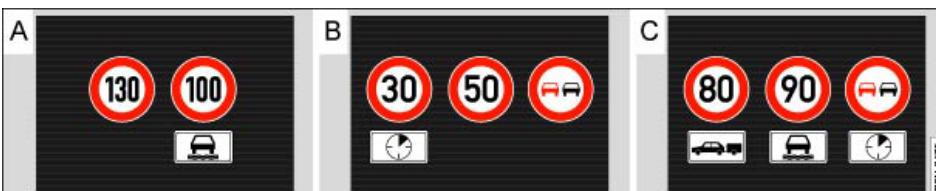

Abb. 242 Im Display des Kombi-Instruments: Beispiele für erkannte Geschwindigkeitsgebote bzw. Überholverbote mit den zugehörigen Zusatzzeichen.
Die von der Verkehrszeichenerkennung erfassten Verkehrszeichen werden im Display des Kombi-Instruments => **Abb. 242** und, abhängig vom im Fahrzeug verbauten Navigationssystem, auch im Infotainmentsystem => Menü- und Systemeinstellungen \(SETUP\) angezeigt. Ausstattungsabhängig erscheint zusätzlich eine Anzeige im Head-up-Display => Instrumente.
Nach Prüfung und Auswertung der Informationen aus der Kamera, dem Navigationssystem und den aktuellen Fahrzeugdaten, zeigt die eingeschaltete Verkehrszeichenerkennung bis zu 3 gültige Verkehrszeichen \Rightarrow Abb. 242  mit den zugehörigen Zusatzzeichen an:
1. Stelle:Das für den Fahrer aktuell gültige Verkehrszeichen wird links im Display angezeigt, z. B. ein Geschwindigkeitsgebot **130 km/h** (**100 mph**) \Rightarrow Abb. 242  .2. Stelle:Ein nur bedingt gültiges Verkehrszeichen wird an zweiter Stelle angezeigt, z. B. **100 km/h** (**60 mph**) bei Nässe.Zusatzschild:Wenn der Frontscheibenwischer während der Fahrt aktiv ist, wird z. B. das gültige Verkehrszeichen mit dem Zusatzschild bei Nässe nach links an die erste Stelle verschoben.3. Stelle:Ein weiteres nur bedingt gültiges Verkehrszeichen wird an dritter Stelle angezeigt, z. B. zeitlich begrenztes Überholverbot \Rightarrow Abb. 242 .